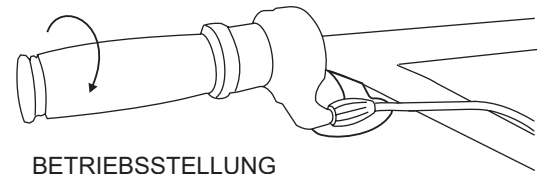

Abbildung 27. Gaszug (Betriebsstellung)
- Um mit dem Glätten zu beginnen, den Gashebel (Abbildung 27) in die Stellung „**BETRIEB**“ drehen.